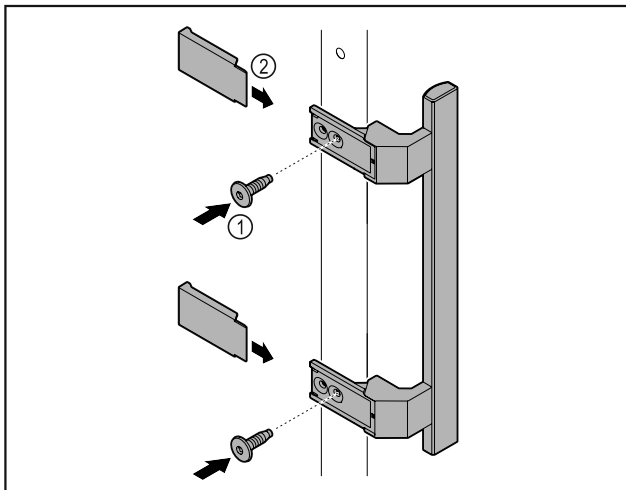

Fig. 47
- Griff aus dem Beipack mit den beiliegenden Schrauben Fig. 47 (1) an der Tür anbringen.
- Abdeckung Fig. 47 (2) aufsetzen.